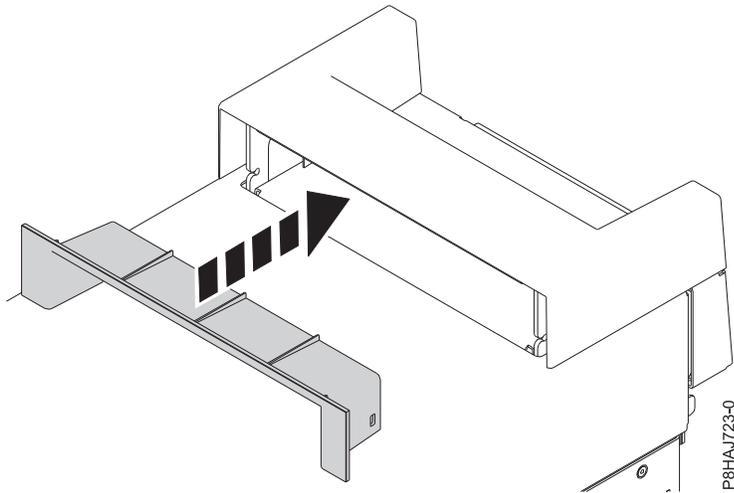

Figure 20. Insertion de la pièce plastique dans la poignée sur un système autonome 8286-41A
2. Insérez la pièce plastique (garniture intérieure) dans la poignée en la poussant fermement comme illustré figure 20, à la page 42.